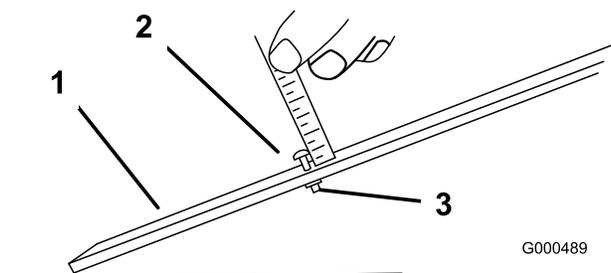

Рисунок 49
3. Отпустите гайку мерной планки (Рисунок 49) и установите регулировочный винт на требуемую высоту скашивания. Высота скашивания равняется расстоянию от низа головки винта до поверхности планки.